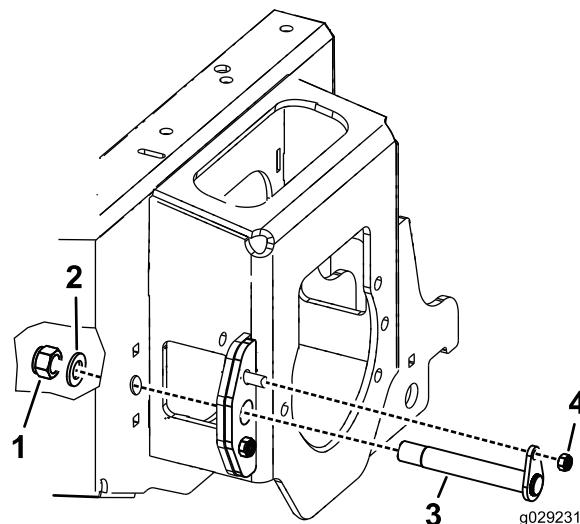

図 2
9. 機体の外側から、ウェアプレートを通し、昇降アームピボットブッシュを通してアームピンを取り付ける 図 2。
10. M24 ナットとワッシャを使ってシャーシの内側にピンを固定する 図 2。